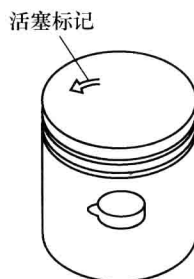
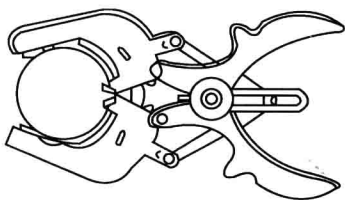
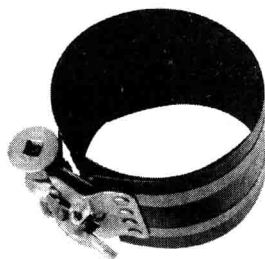

图 1-10 活塞标记
图 1-11 拆装活塞环
图 1-15 活塞环夹紧工具
(3) 用橡胶锤或手锤木柄分别推出 1、4 缸的活塞连杆组件, 用手在汽缸出口接住并取出活塞连杆组件, 注意活塞安装方向 (图 1-10)。
- (4) 将连杆轴承盖、连杆螺栓、螺母按原位置装回，不同缸的连杆也不能互相调换。
- (5) 用同样方法拆卸 2、3 缸的活塞连杆组。
- (6) 采用专用的活塞环装卸钳拆装各缸活塞环（图 1-11）。
(1) 采用专用工具 (图 1-11) 将活塞环装入活塞环槽内, 使各活塞环开口互相错开 120° 。注意: 活塞环有标记面朝向活塞顶。
(2) 将连杆瓦装入连杆, 在连杆瓦表面、曲轴连杆轴颈表面、活塞表面、汽缸壁表面涂抹机油。
(3) 采用专用工具 (图 1-15) 夹紧活塞环, 从汽缸顶端装入活塞连杆组件, 用手锤木柄将活塞组件推入汽缸。